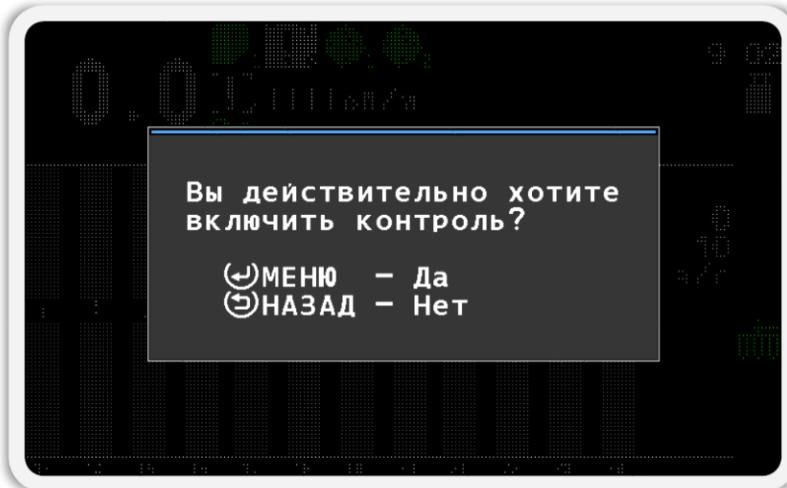

Рисунок 23 Окно запроса подтверждения
3. Включите контроль датчика. Для этого нажмите кнопку «Плюс». В появившемся окне сообщения нажмите кнопку «Меню» для подтверждения своих действий (см. Рисунок 23).